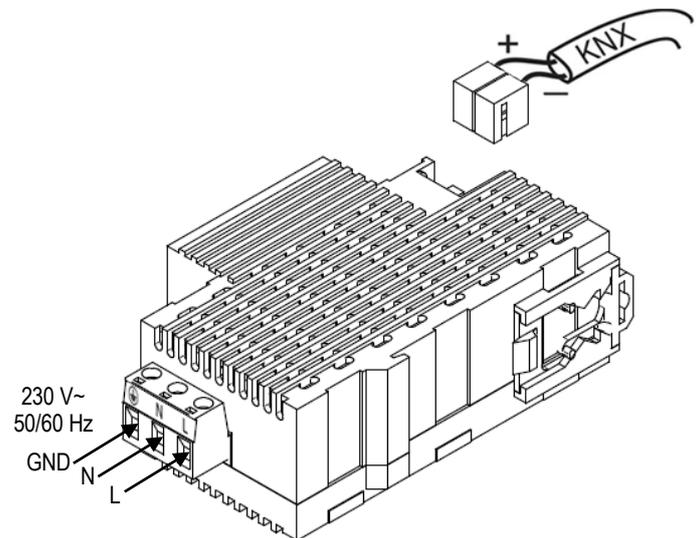

Figure 2: Installation et connexion ZPS160MPA
- L'alimentation principale doit être branchée sur les connecteurs L, N et terre comme indiqué dans le schéma de la figure 2.
- La ligne de sortie avec bobine KNX intégrée doit être branchée grâce à un connecteur standard KNX (rouge-gris) comme indiqué dans la figure 2.